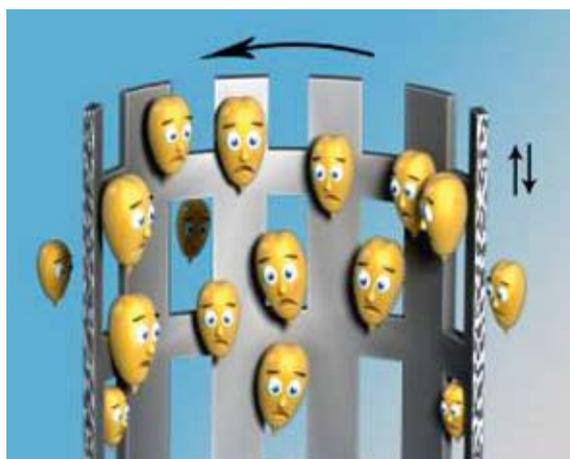

Рис.3. Зерна, прижатые центробежной силой к острым кромкам отверстий колеблющегося с высокой частотой листа
2. На машинах типа БЦС, Риела травмирование зерна обусловлено тем, что зерно прижимается к сити центробежной силой гораздо большей, чем сила земного тяготения. И острые кромки этого тонкого перфорированного листа, совершающего возвратно-поступательное движение параллельно оси вращения вертикального барабана, не могут не царапать зерно (рис. 3).